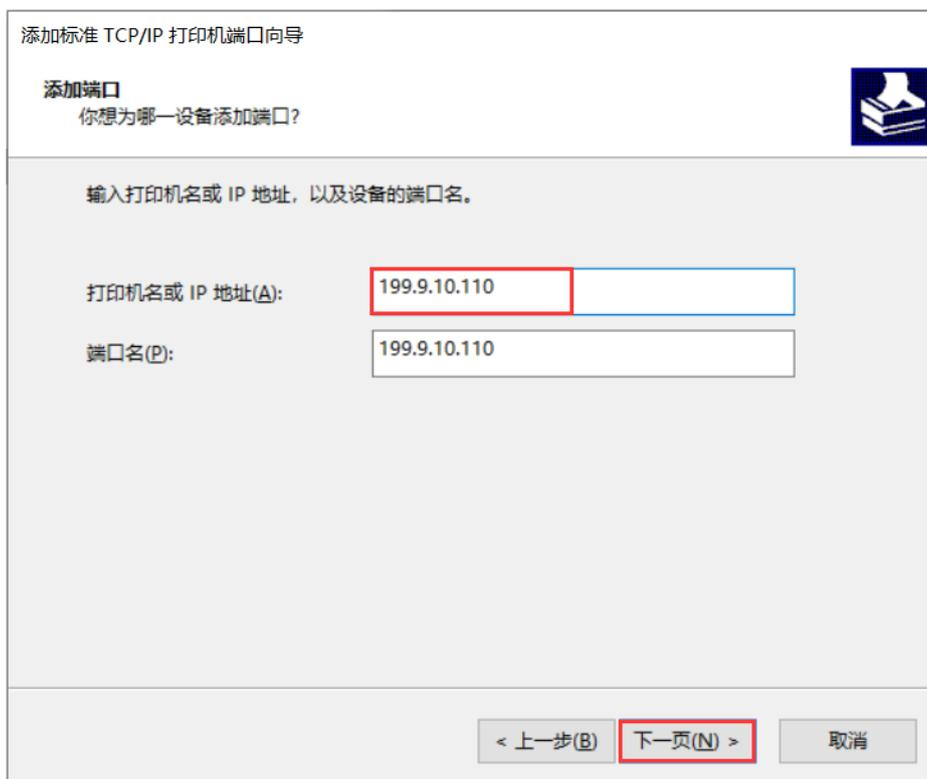

图 2-37 添加端口界面
- 7. 在“添加端口”界面中，输入打印机 IP 地址（此处输入的 IP 地址应与已设置好的打印机 IP 地址保持一致，端口名会自动生成），然后点击“下一页”，如图 2-37 所示；